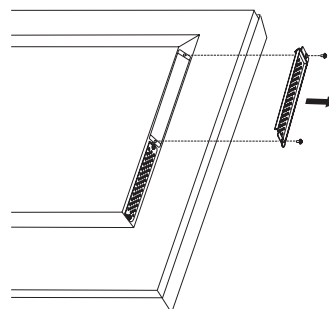

Figure 1
- Retirez le couvercle du logement en dévissant les vis (**Figure 1**).